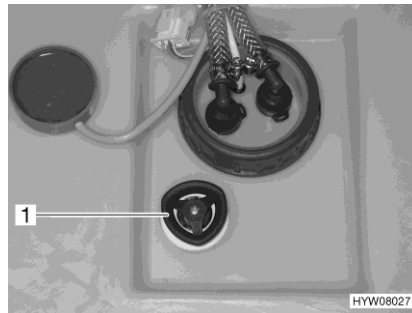

Bild 128 Ratt (vattentank)
- Vrid ratten (Bild 128,1) på vattentanken medurs till stoppläget.
- Vrid ratten (Bild 128,1) på vattentanken moturs tills den första lägespärren. Vattnet rinner ut tills ca 20 liter är kvar.
- Vrid ratten (Bild 128,1) på vattentanken moturs mot motståndet till stoppläget för att öppna utloppsöppningen helt.